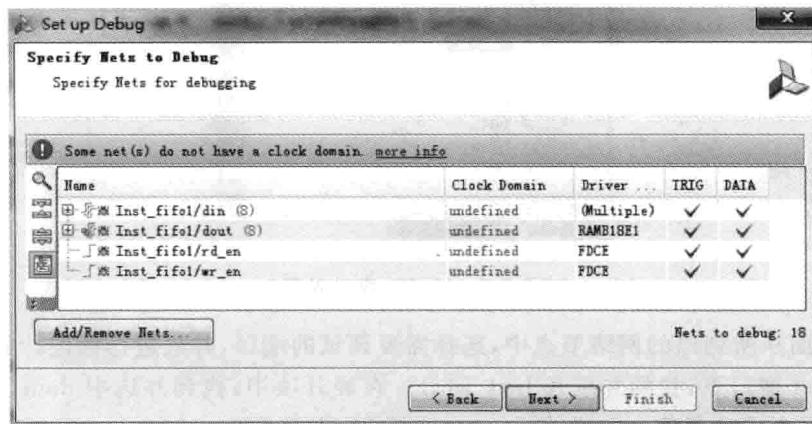

图 3.11 指定需要调试的网络
(1) 在 Vivado 主界面主菜单下,选择 Tools→Set up Debug…。
(2) 出现 Set up Debug 对话框界面。
(3) 单击 Next 按钮。
(4) 如图 3.11 所示,可以看到 din、dout、rd\_en、wr\_en 所对应的 Clock Domain 显示红色的 undefined。